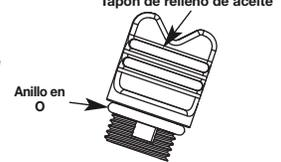

Fig. 23
**NOTA:** Verifique que el anillo en O esté en su lugar en el tapón de relleno de aceite cuando mida y cambie el aceite (Fig. 23).